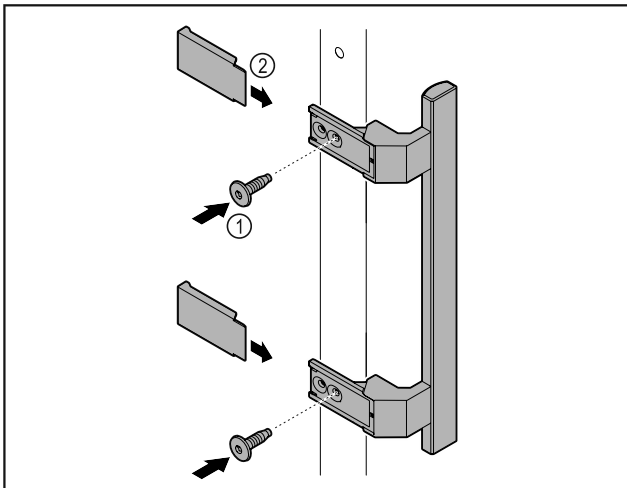

Fig. 63
- ▶ Установите на двери ручку из набора принадлежностей, используя прилагающиеся винты Fig. 63 (1).
- ▶ Установите крышку Fig. 63 (2).